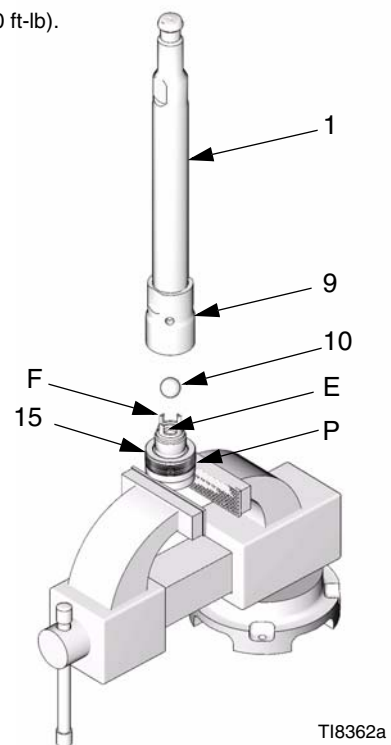

FIG. 2
- d. Ta bort cylinderns tätningar (24). Lys med en lampa i cylindern och se efter om insidan är repad eller slitna. Gå sedan till steg 6.
6. Placera kolvens platta ytor (15) i ett skruvstäd. Se FIG. 2.
7. Skruva av kolvens kulstyrning (9) från kolven. Var noga med att fånga kolvkulan (10) när du skiljer delarna åt, så den inte faller ner eller skadas.
8. Kontrollera om kolvstången (1) är repad eller har andra skador. Skruva bara av kolvens kulstyrning (9), **med en skruvnyckel på stångens platta ytor**, om stången behöver bytas ut.
9. Ta bort kolvens glander och v-packningar (P). Se över kulan (10), sätet (E) och ledarna (F) på kulstyrningen efter slitage och skador.
3. Se FIG. 2. Spänn fast de plana ytorna på kolvpinnbulten(15) i ett skruvstycke. Placera kulan (10\*) på kolvsätet (E). Skruva på kolvens kulstyrning (9) på kolven och dra åt med handen, vrid sedan till moment enligt anmärkning.